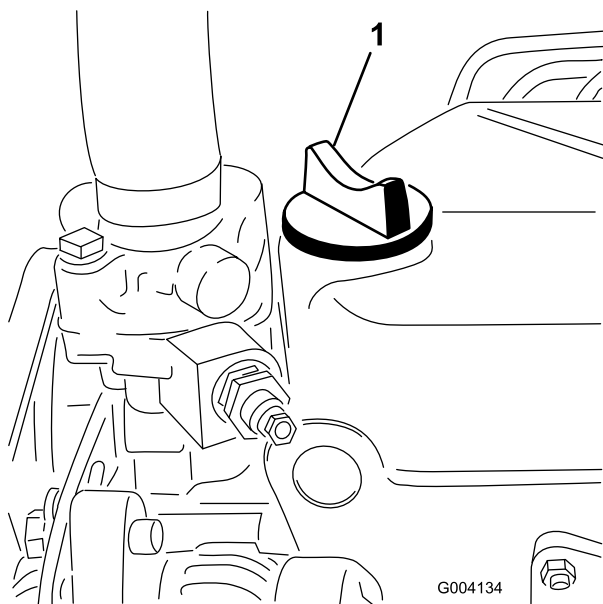

Figura 30
5. Se o nível de óleo se encontrar abaixo da marca FULL (CHEIO) da vareta, retire a tampa de enchimento (Figura 30) e adicione óleo até que o nível atinja a marca FULL.